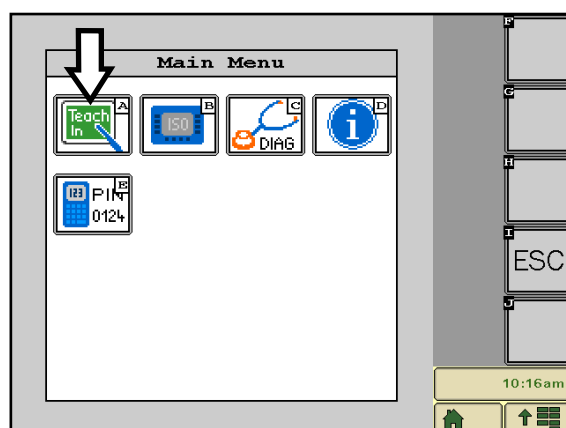

рис. 6: Вызвать обучающее меню
В главном меню щелкните по символу TeachIn (A). (см. рис. 6), чтобы открыть обучающее меню.